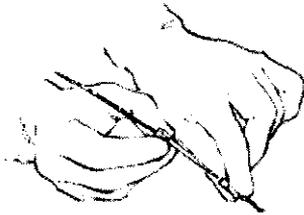

Figura 3. Alambre guía y enderezador de puntas introducidos en la aguja
5. Inserte el extremo ahusado del enderezador de puntas en la aguja y vaya introduciendo el alambre guía en la vena a través de la aguja (ver Figura 3).